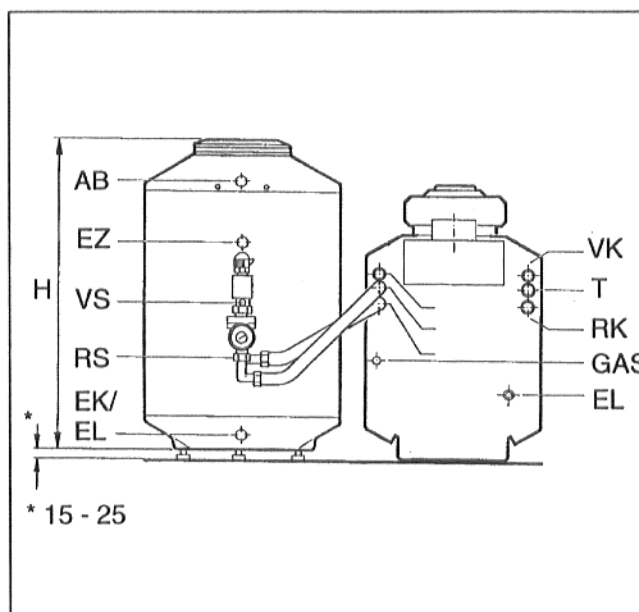

Fig. 3 Vista posteriore; collegamenti dopo lo spostamento della guaina d'immersione e del tubo di collegamento per la mandata accumulatore
2. I collegamenti possono essere eseguiti anche come illustrato nella Fig. 3. In questo caso la guaina d'immersione deve essere svitata con una chiave a tubo di apertura 27 e avvitata sul lato sinistro della caldaia ed il tubo di collegamento per la mandata accumulatore sulla caldaia deve essere spostato sul lato destro. Tutti i collegamenti devono essere quindi realizzati secondo la Fig. 3.